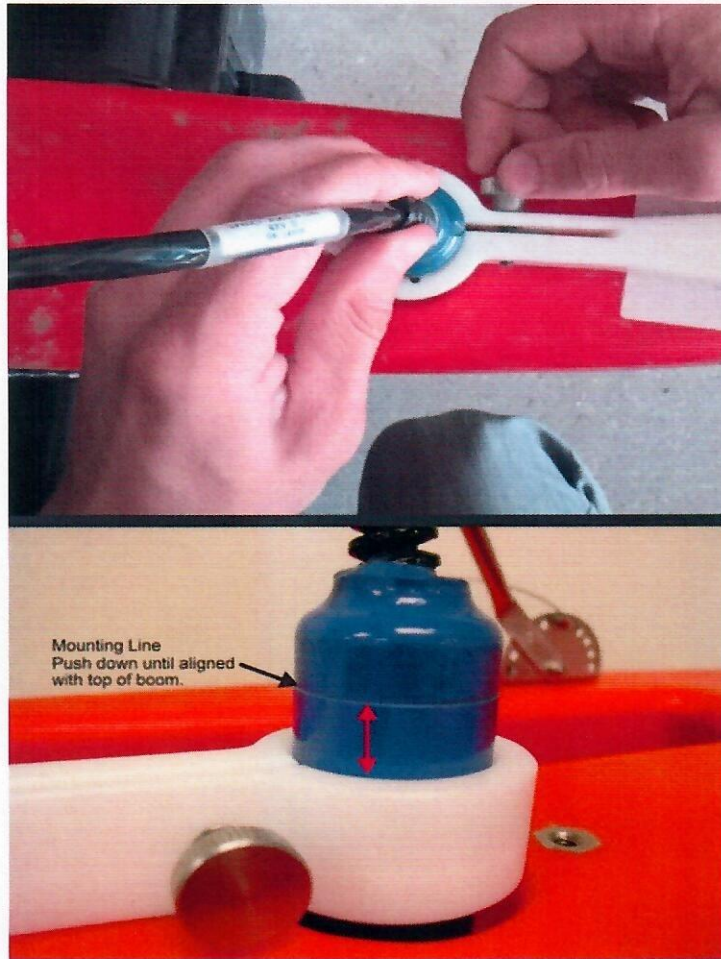

Fig. 3
- b) Pentru poziția în trup, Senzorului(ADCP) trebuie împins în braț până când linia așa cum este arătat în (Fig. 3). Aceasta va asigura Senzorului(ADCP) este fixat la 5mm. Acest lucru ajută la protejarea Senzorului(ADCP), acesta nu va fi deteriorat dacă este târât de-a lungul solului.
- b) În fereastra Rating Information se completează câmpurile unde se indică nivelul apei la momentul efectuării Măsurătorilor de Debit de pe mira hidrologică sau piloții Postului Hidrologic(fig.3). Accesăm Butonul Next.